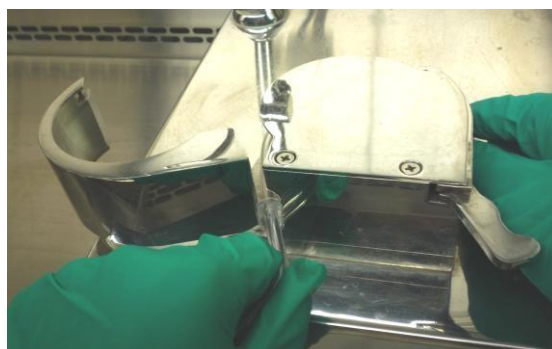
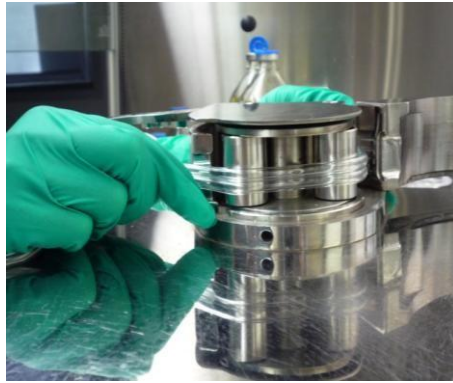

图 5
图 6
1.2.3. 以转轮为轴，右手向后，左手向左轻轻拉拽软管两侧，使软管保持略为紧张的状态，同时挪动软管的位置，使得阻滞扣到定位口附近（图 5），用左手感知软管的位置，确保其处于蠕动泵开口处（图 6）。